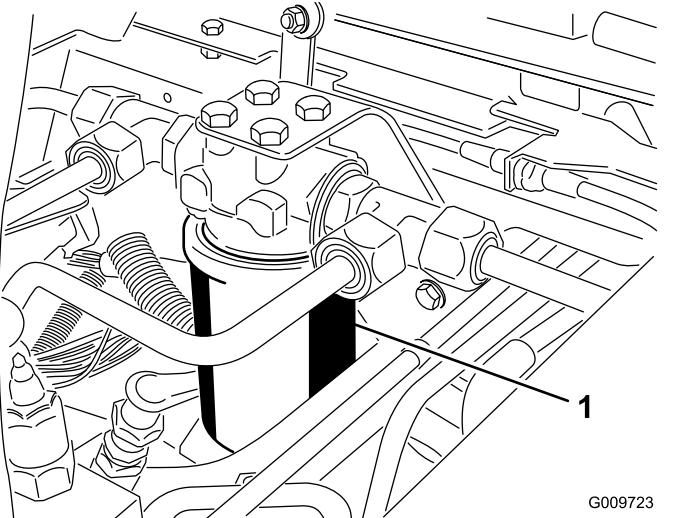
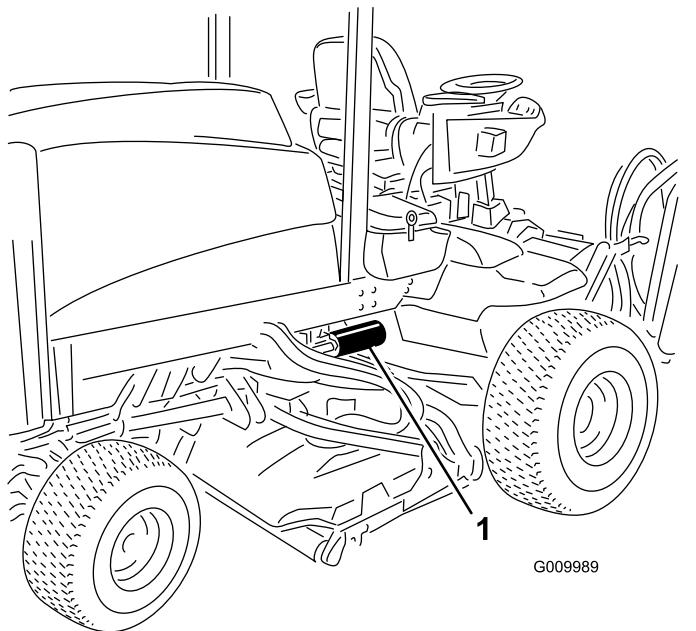

Figure 76
Figure 77
- Nettoyez la zone autour de la surface de montage du filtre. Placez un bac de vidange sous le filtre et déposez le filtre (Figure 76 & Figure 77).